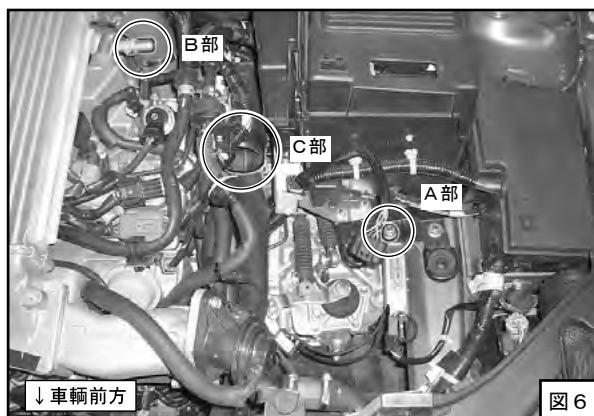
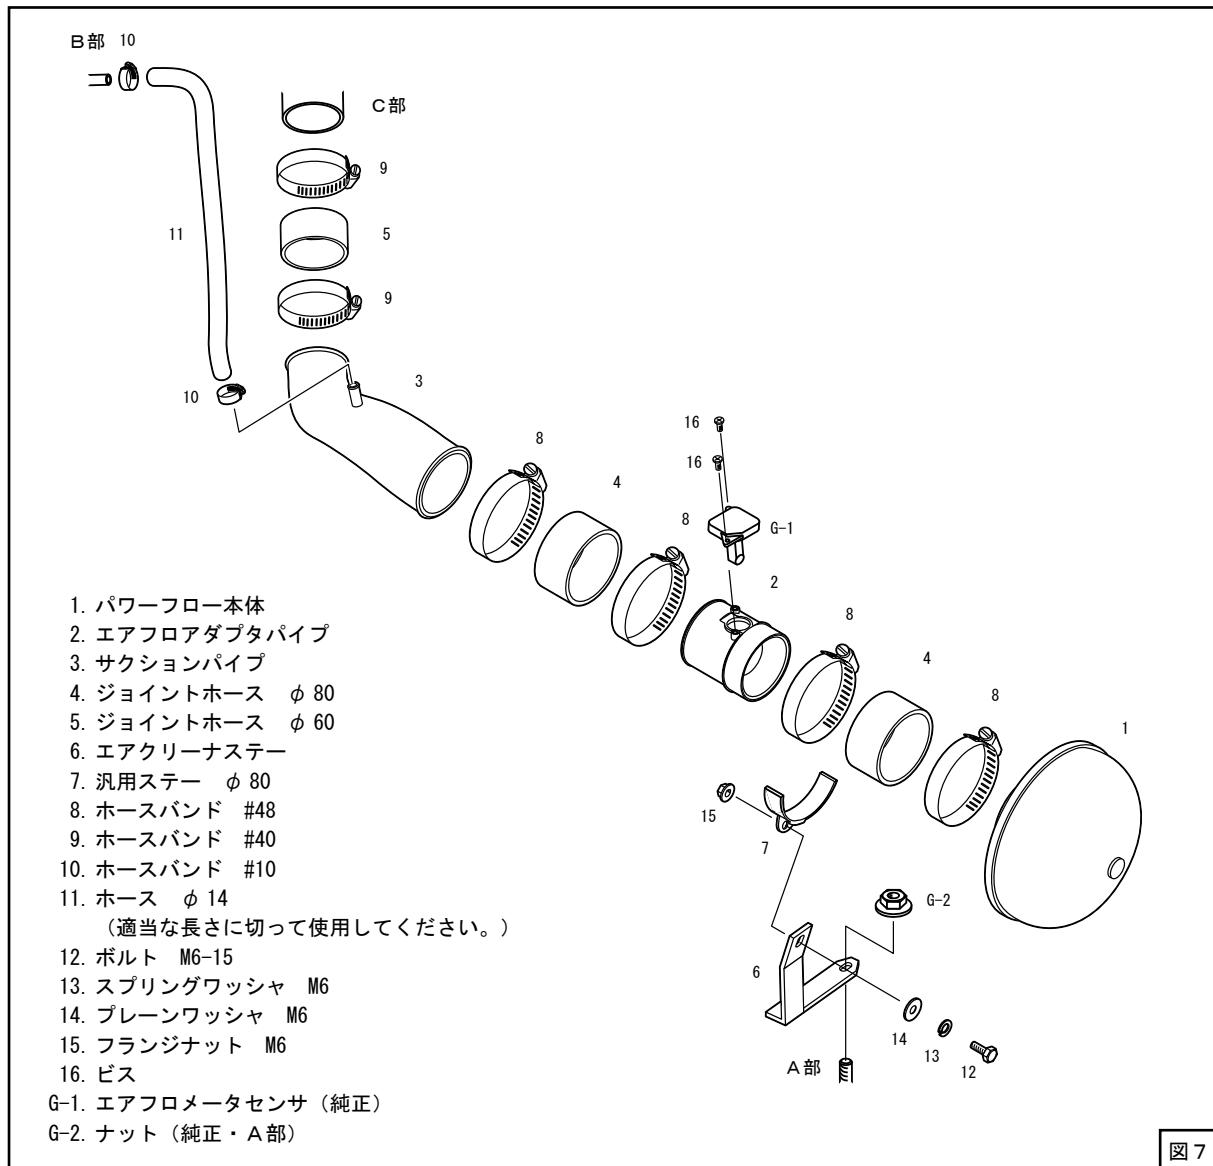
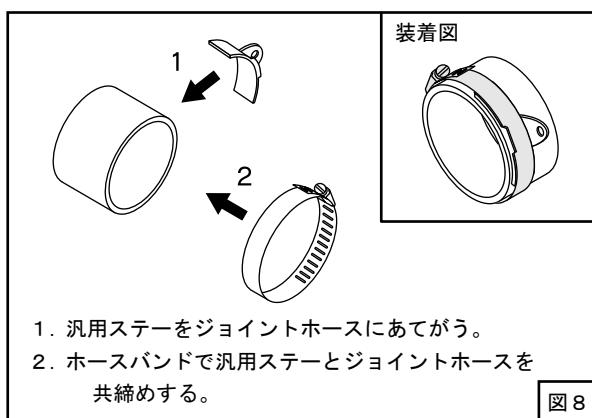

図6
図7
図8
(締付けトルク 2.0 ~ 3.0N·m [0.2 ~ 0.3kgf·m]) (図5、図7)
- (2) エアクリーナステーをA部の純正ナットを使用して仮付けしてください。 (図6、図7)
(3) キットパーツを仮付けしてください。 (図6、図7、図8)